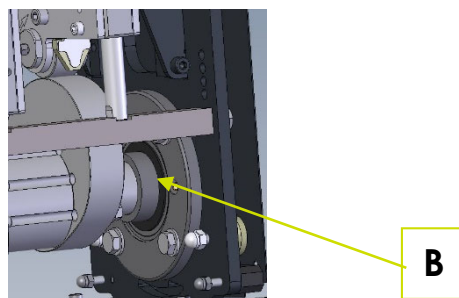

Fig. 8-4: Montage du système d'entraînement Conduites de graissage sur le côté droit
Lors du montage, veiller à ce que les raccords B (Fig. 8-4 : Montage du système d'entraînement Conduites de graissage sur le côté droit) des conduites de graissage du palier mobile et du palier fixe se trouvent sur le côté droit de la Pompe à pistons.
2. Serrer à la main les vis hexagonales M10x25 (1) avec les rondelles (2) et les écrous hexagonaux M10 (3) avec les rondelles (2).
3. Visser fermement les vis hexagonales M10x25 (2) avec les rondelles (1) et les écrous hexagonaux M12 (4) à 35 Nm.
4. Monter la conduite de graisse du palier fixe et du palier mobile (Fig. 8-4 : Montage du système d'entraînement Conduites de graissage sur le côté droit).